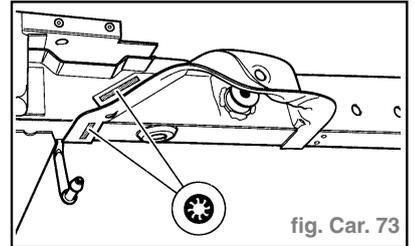

fig. Car. 73
- Souder la pièce neuve par bouchonage sous gaz de protection (fig. Car. 73).